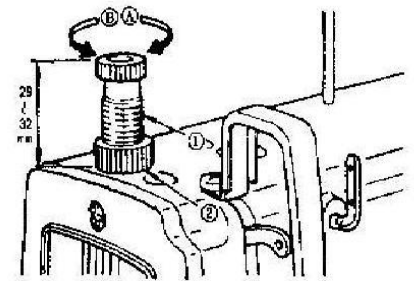

Рис. 17
1. Чтобы остановить машину с прижимной лапкой в верхнем положении, поверните рычаг (1) в направлении "А".
3. Прижимная лапка вернется в первоначальное положение, если рычаг ручного подъема (1) будет повернут вниз в направлении «В».
11. ДАВЛЕНИЕ ПРИЖИМНОЙ ЛАПКИ (Рис. 17)